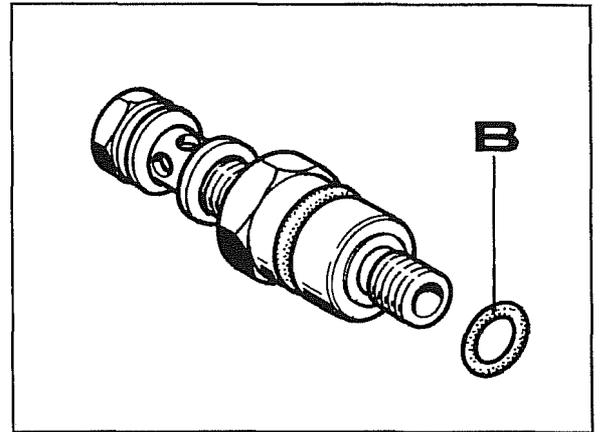

Fig. 28
4. La fig. 28 muestra detalladamente los componentes del racor en los que es necesario controlar el estado del anillo de sellado **B**, luego volver a montar el racor y el tubo de impulsión.